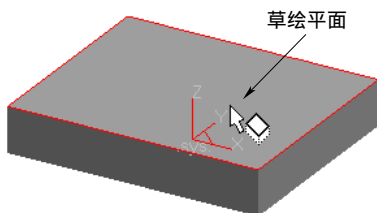

图 8-245 选择草绘平面
1) 在图形区选择如图 8-245 所示的实体表面，单击“绘制草图”按钮，进入草图绘制状态。